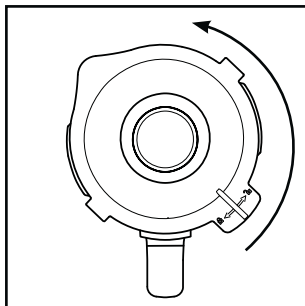

Fig. 1
- 1) Détachez le bol mixeur ③ tout droit vers le haut du bloc moteur ⑥.
- 2) Retirez le couvercle ② en le tournant dans le sens anti-horaire en direction de la position  (voir fig. 1), jusqu'à pouvoir le retirer par le haut.
- 3) Remplissez le bol mixeur ③ au minimum jusqu'au trait inférieur de la graduation ⑧ et au maximum jusqu'au repère MAX. Pour d'excellents résultats, nous recommandons les quantités maximales suivantes :